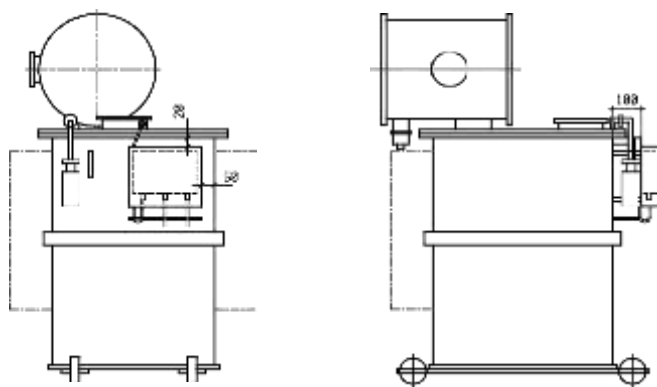

Рис. 5.1. Установка блока регулирования Системы «САПФИРмп1» на баке преобразовательного агрегата.
5.1. Установка блока регулирования Системы «САПФИРмп1» и пульта ПДУ. 5.1.1. Блок регулирования Системы «САПФИРмп1» устанавливается на передней стенке бака высоковольтного преобразовательного агрегата (Рис. 5.1). При установке на открытом воздухе в исполнении У1, на те же болты, что и основание крепится антирадиационный экран, защищающий блок регулирования от воздействия солнечной радиации.